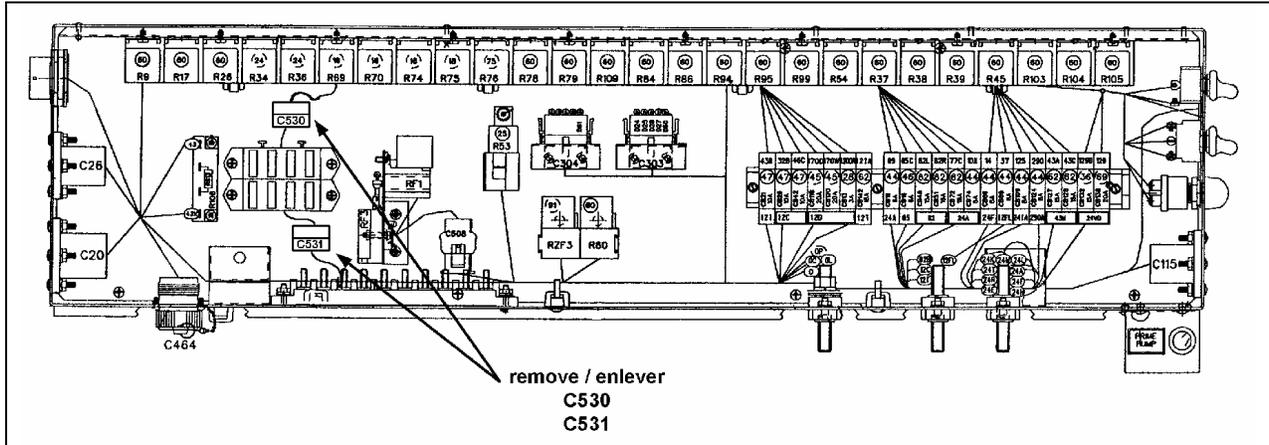

FIGURE 1: BOITE DE JONCTION ARRIÈRE DANS LE COMPARTIMENT MOTEUR (XLII)
1. **SÉRIE XLII:** Ouvrir le couvercle de la boîte de jonction arrière situé dans le compartiment moteur. Localiser les connecteurs C530 et C531 (figure 1).